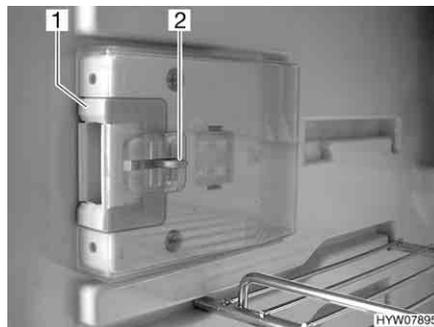
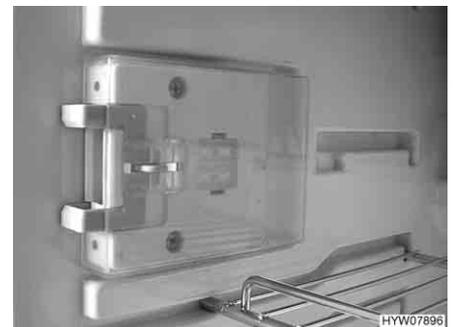

Bild 157 Verschlusseinrichtung in Normalstellung
Bild 158 Verschlusseinrichtung in Lüftungsstellung
■ Die Entriegelung (Bild 157,2) eindrücken.
■ Die Verschlusseinrichtung (Bild 157,1) nach vorn schieben (Bild 158).